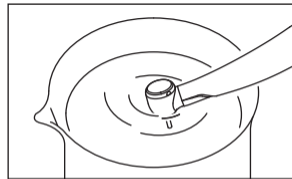

Abb. 6
- 3) Drehen Sie das Handstück und tauchen Sie den Handstückkopf halb in den Becher mit Wasser ein (Abb. 6).